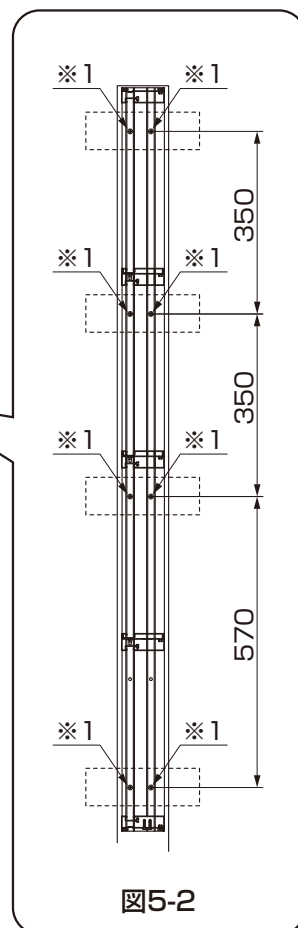

図5-2
- 図5-2を参照して※1の位置へ固定してください。
②格子カバー上下用を横格子の上下にはめ込んでください。